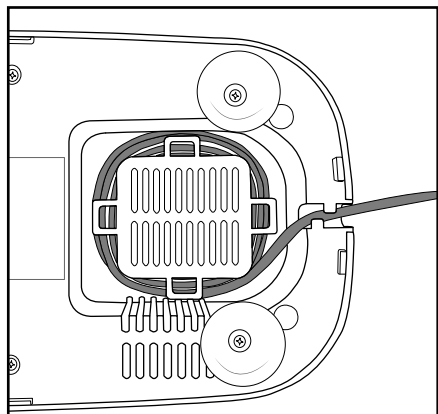

Abb. 3: Kabelaufwicklung
- Wickeln Sie das Netzkabel ④ um die Kabelaufwicklung an der Unterseite des Gerätes (Abb. 3):